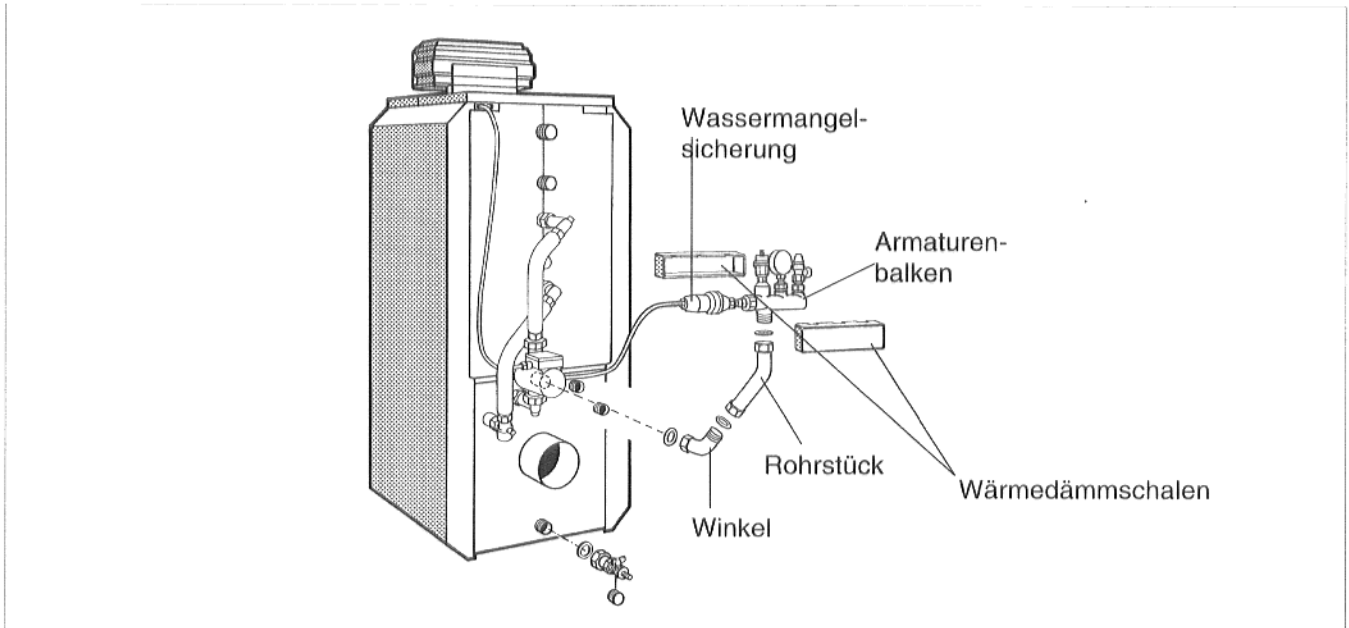

Abb. 3 Heizkessel-Sicherheits-Set am Heizkessel S115 T links angebaut
1. Nach oben, auf der linken Seite des Heizkessels (Abb. 3), dann muß die Kessel-Speicher-Verrohrung rechts angebaut werden.